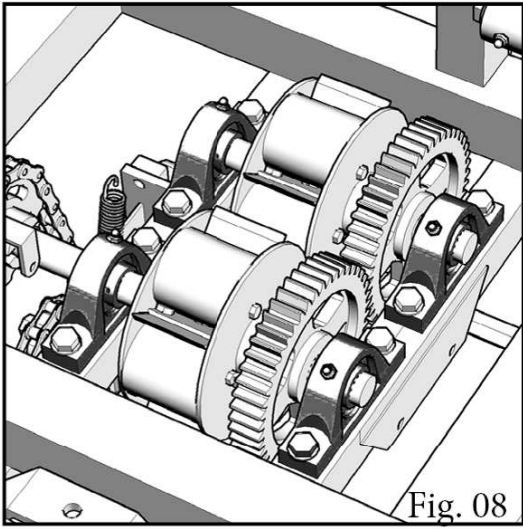

Fig. 08
- * Engraxar os mancais das facas *Fig. 08* cada 60 dias ;